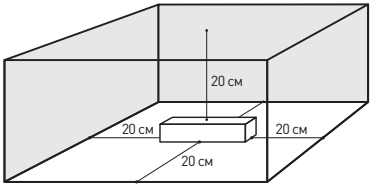

Рис. 9. Свободное пространство вокруг источника
- 4.4. Для соблюдения температурного режима работы обеспечьте не менее 20 см свободного пространства вокруг диммера (рис. 9).